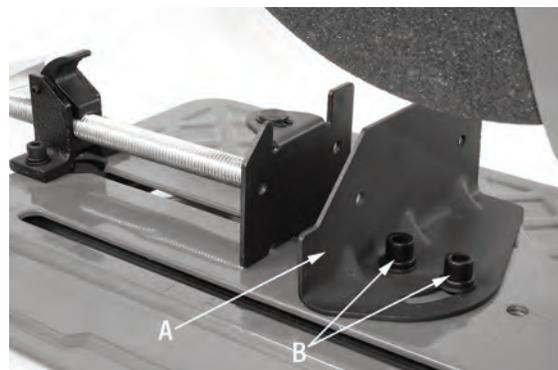

FIGURE 7
L'Étau stationnaire ajustable (A) Fig.7 se trouve à l'arrière de la table de la Tronçonneuse. Pivotez l'étau pour obtenir des coupes en angle de 0° à 45° et déplacez l'étau stationnaire vers l'arrière pour augmenter la profondeur de coupe.
1. En utilisant une clé ouverte, desserrez les boulons hexagonaux (B) Fig.7 à l'arrière de l'étau stationnaire.
4. Tenez l'étau (A) Fig.7 et serrez les boulons hexagonaux (B) avec une clé ouverte.
1. En utilisant une clé ouverte, retirez les boulons hexagonaux (B) Fig.7 à l'arrière de l'étau stationnaire.